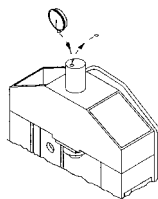

Bild 2: Das Manometer montieren
- Den Stopfen von der Kolbenkrone entfernen, das Gewinde des mitgelieferten Manometers mit Teflonband versiegeln, an den Kolben anbringen und mit einem Schlüssel festziehen (**siehe Bild 2**). Achtung: Zur Befestigung des Manometers immer eine Leiter verwenden und nicht auf die Presse steigen – Absturzgefahr!